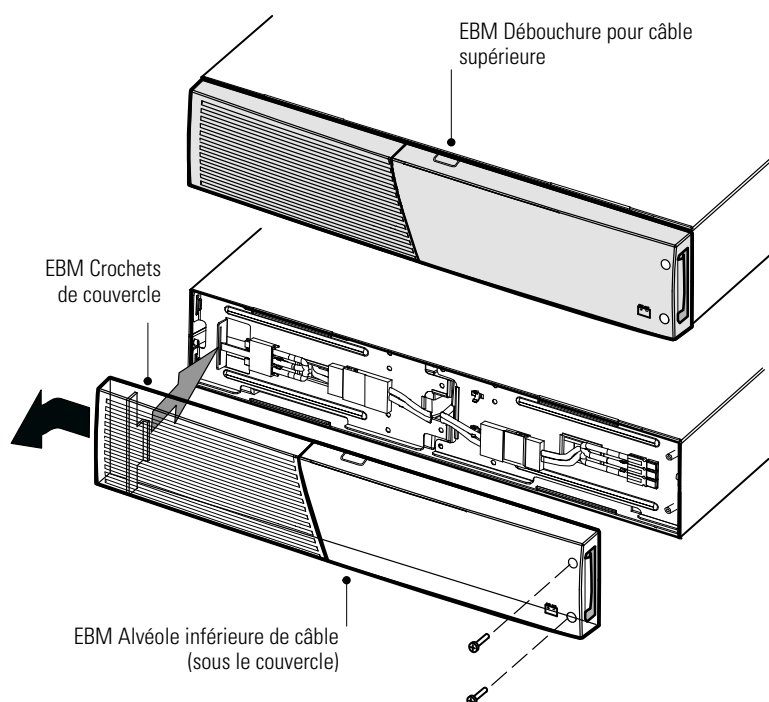

Figure 12. Retrait du EBM couvercle avant
2. Retirez le couvercle avant de chacun EBM (voir Figure 12).
3. Pour le bas (ou seulement) EBM, retirez EBM l'alvéole de câble en haut du EBM couvercle avant. Voir Figure 12 l'emplacement de la EBM débouchure pour câble supérieure.
4. Si vous en installez plusieurs EBM, pour chacun EBM complémentaire retirez EBM l'alvéole de câble sur le haut **et** le EBM bas du couvercle avant. Voir Figure 12 pour l'emplacement des EBM alvéoles de câble.
Pour remplacer le couvercle, vérifiez que les EBM câbles sont acheminés par les EBM alvéoles de couvercle, et glissez ce dernier de gauche à droite jusqu'à ce qu'il s'accroche au crochet près du côté gauche du module EBM. Réinstallez les deux vis sur le côté droit du couvercle avant. A titre de référence, voir Figure 12 la page 17.